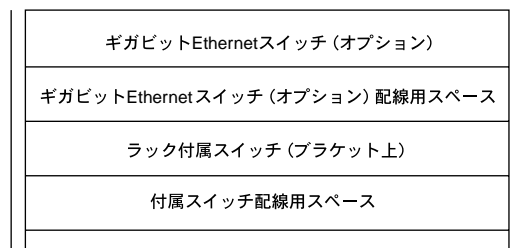

図 4-21 ラック内のスイッチの位置
- ラック内にスイッチを斜めに挿入し、ラック最上部の 1U スペースに配置します (図 4-21 を参照)。